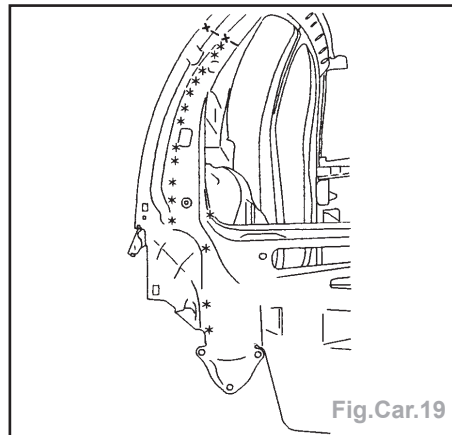

Fig.Car.19
- Dégraver les points à l'aide d'une fraise de Ø 8 mm (Fig.Car.19/20).
- par points électriques et cordon MAG (Fig.Car.19/20),
- par points bouchons MAG (Fig.Car.19).